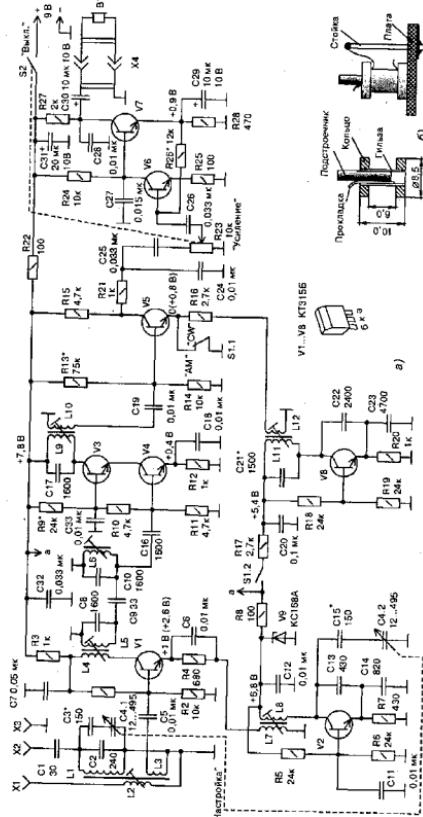

Рис. 4.1. Схема приемника начинающего радиоспорсмена на диапазон 160 м
Для освоения 160-метрового (1,8 МГц) диапазона радиолюбитель, имеющий некоторый опыт конструирования и наладки радиовещательной аппаратуры, может изготовить простой самодельный приемник. Принципиальная схема этого приемника изображена на рис. 4.1.а. Он представляет собой восьмитранзисторный супергетеродин, предназначенный для приема станций, работающих в 160-метровом диапазоне телефоном с амплитудной модуляцией (AM), телеграфом (CW) и однополосной модуляцией (SSB). Чувствительность приемника в режиме AM — 10 мкВ, в телеграфном режиме — около 20 мкВ при соотношении сигнал/шум 10 дБ. Приемник рассчитан на работу с наружной антенной, например, типа «наклонный луч» длиной 15...20 м.
Все катушки индуктивности приемника намотаны на самодельных каркасах с использованием ферритовых колец марки 600НН с внешним диаметром 8,5, внутренним 3,5 и высотой 2 мм (типоразмер K8,5x3,5x2) и стержневых подстроек сердечников диаметром 2,8 и длиной 12 мм из феррита такой же марки. Конструкция каркаса показана на рис. 4.1.б. Цилиндрическая бумажная гильза, к которой приклеены ферритовые колца, склеена на гладком хвостовике сверла диаметром 2,8 мм. Расстояние между колышами — 6 мм. Подстроечный сердечник удерживается в гильзе полоской бумаги.